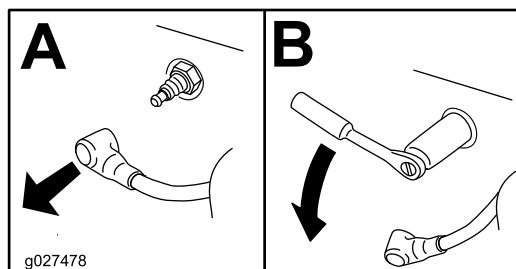

Figura 53
4. Localice y retire la(s) bujía(s), como se muestra en la Figura 53.